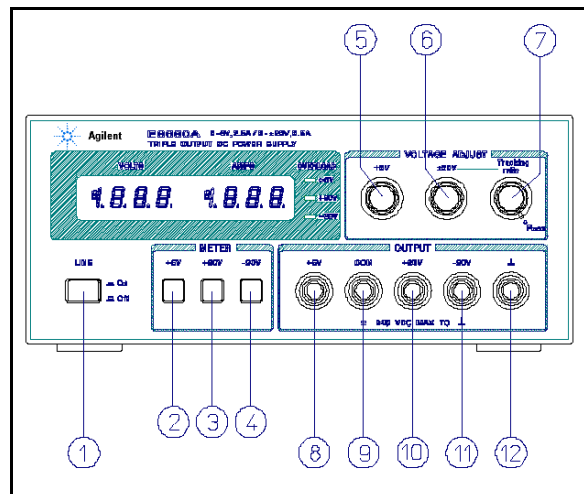

图 2 前面板控制器和指示灯
下面的步骤说明了图 2 中所示的 E3620A 型前面板控制器和指示灯的使用，并大致检查电源是否正常工作。在收到仪器并将其连接到任一负载设备之前，执行此检验步骤或者 **Service Information** 一节中介绍的更具体的性能测试。
该电源可以单独操作，也可以与其他电源并联或串联操作（参见并联和串联操作段落）。所有输出端子都与地隔离。**±20V** 和 **+6V** 输出使用一个公共的输出端子。该公共 (**COM**) 端子或其他任一输出端子都可以通过前面板接地端子（图 2 中的⑫）相对于底座接地，或者所有输出都可以浮置于地。在每个 0 到 **±20V** 输出端子和 **COM** 端子之间，或者 0 到 40V 输出的 -20V 和 **+20V** 端子之间可以分别连接负载。利用按钮操作的仪表开关，可以快速选择监控的每个电压或电流。要监控 0 到 40V 输出电压，可增加读数为 **+20V** 和 -20V 输出的伏特计，并使用 **+20V** 或 -20V 量程来测量电流。